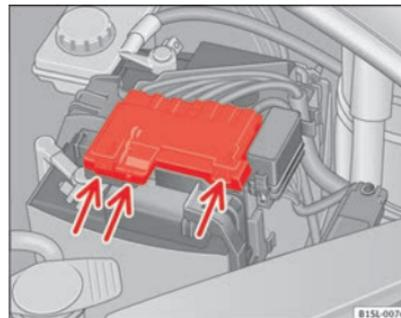

Fig. 117 Nel vano motore: Rimuovere la copertura della batteria del veicolo.
- Fare pressione sulle linguette ⇒ fig. 117 (frecce) nel senso indicato dalle frecce ed estrarre verso l'alto la copertura della batteria. ►